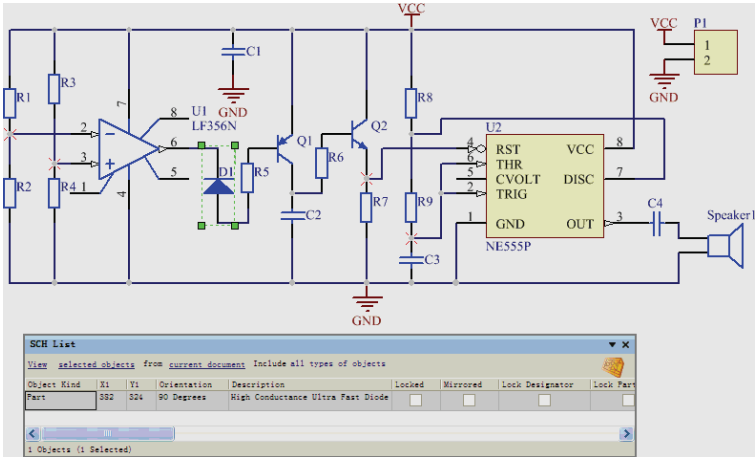

图 5-30 原理图列表面板中显示 D1 的设计数据
(1) 打开原理图列表面板。初始状态的原理图列表面板各栏无显示内容。“功能”设置“View”，显示方式设置“selected objects”，文档来源设置“current document”，图件类型勾选“Part”，单击当前文档“接触式防盗报警电路.SchDoc”图纸中的图件，例如 D1。如图 5-30 所示的原理图列表中，立即显示 D1 的设计数据。